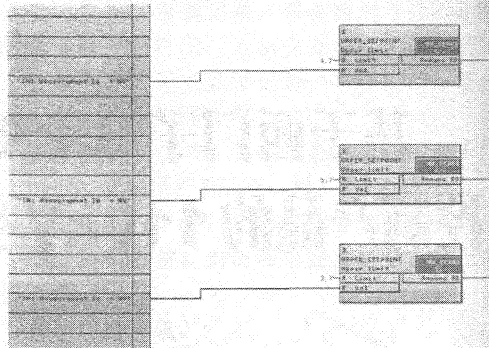

图4 I-Over CFC图形编程
(4)打开I-Over CFC进行图形编程。在该CFC中安排了3个高限位CFC块和1个OR CFC块。3个高限位CFC块的输入信号分别为Ia、Ib、Ic, 其限位电流应按整定要求设置(如分别设为3.7A)。I-Over CFC的输出信号为I-Over。其功能相当于电流继电器, 如图4。